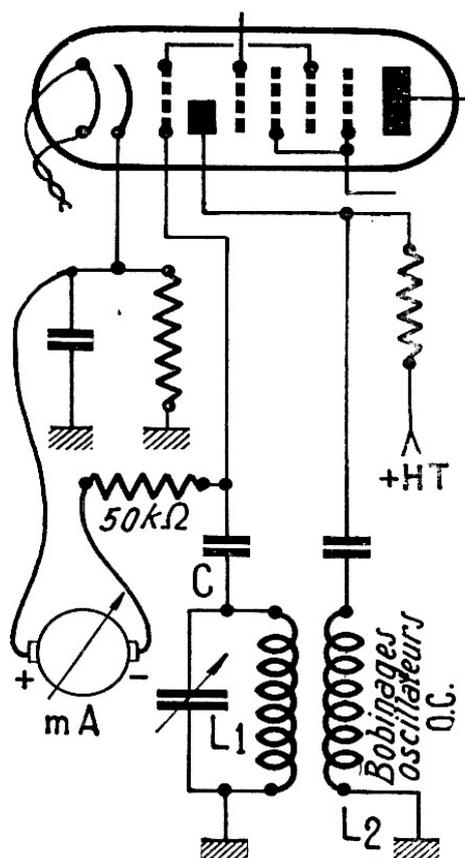

FIG. VII-8
Ensuite, il faut contrôler si l'oscillation est suffisamment énergique. Cette mesure se fait en intercalant un milliampèremètre de déviation totale 0,5 mA (ou à défaut 1 mA) en série avec la résistance de fuite de grille oscillatrice, entre ladite résistance et la cathode (ou la masse, suivant le montage). Voir figure VII-8.
4° Le couplage de l'enroulement d'entretien de l'oscillateur peut n'être pas suffisant. Deux procédés sont offerts : on peut soit rapprocher les deux enroulements l'un de l'autre (resserrer le couplage), soit augmenter le nombre de tours de la bobine d'entretien (bobine L_2 , fig. VII-8). Cette bobine est faite généralement avec du fil de 20/100 deux couches soie, et il est facile d'ajouter deux ou trois spires supplémentaires bobinées dans le même sens.
c) Si le récepteur manque de sensibilité en haut de gamme (entre 40 et 50 m, par exemple), essayer d'augmenter la valeur du condensateur de liaison grille oscillatrice (capacité C de la figure VII-8). Généralement, ce condensateur est de 50 pF, mais on peut essayer de monter jusqu'à 150 pF.
du tube changeur de fréquence (écran, cathode, etc.) — et parfois aussi, ceux du tube amplificateur MF — par des condensateurs au mica de 5 000 pF ou plus. Il va de soi, évidemment, que les condensateurs de liaison grille et anode oscillatrice (fig. VII-8 et 10) sont obligatoirement du type mica.